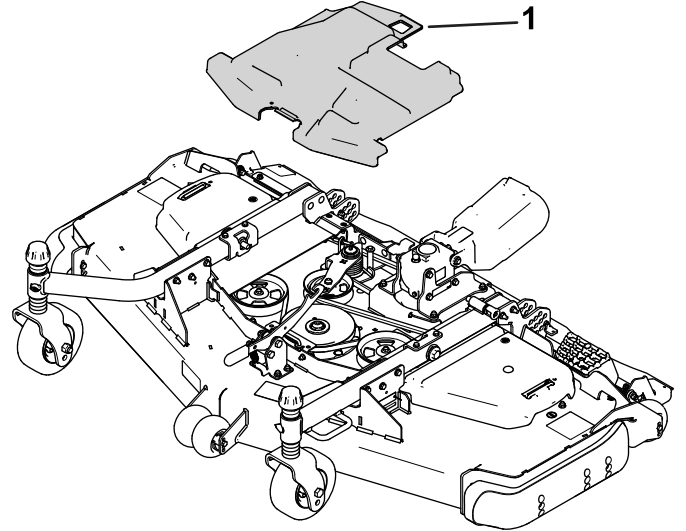

Figura 1
1. Retire la cubierta de la correa (Figura 1) de la parte superior de la unidad de corte y apártela.